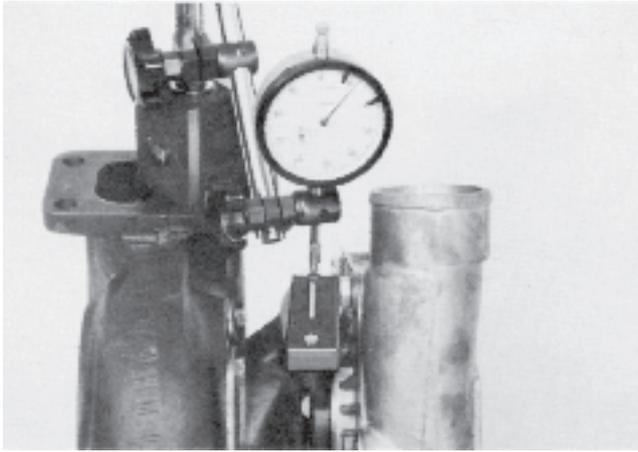

Fig. 210. Mesure du jeu radial, AiResearch
2. Placer un comparateur à cadran comme le montre la figure 210 de façon à ce que la touche se repose sur le dispositif de mesure de l'outil.